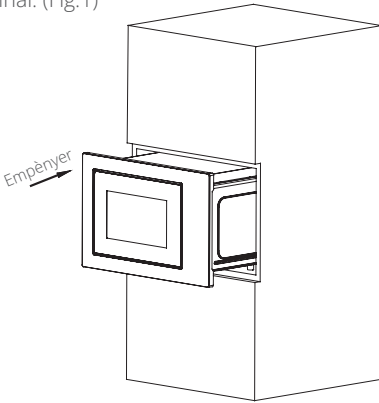

Fig.1
a) Colloqueu el forn de microones a l'armari integrat i empenyeu-lo cap endavant fins al final. (Fig.1)